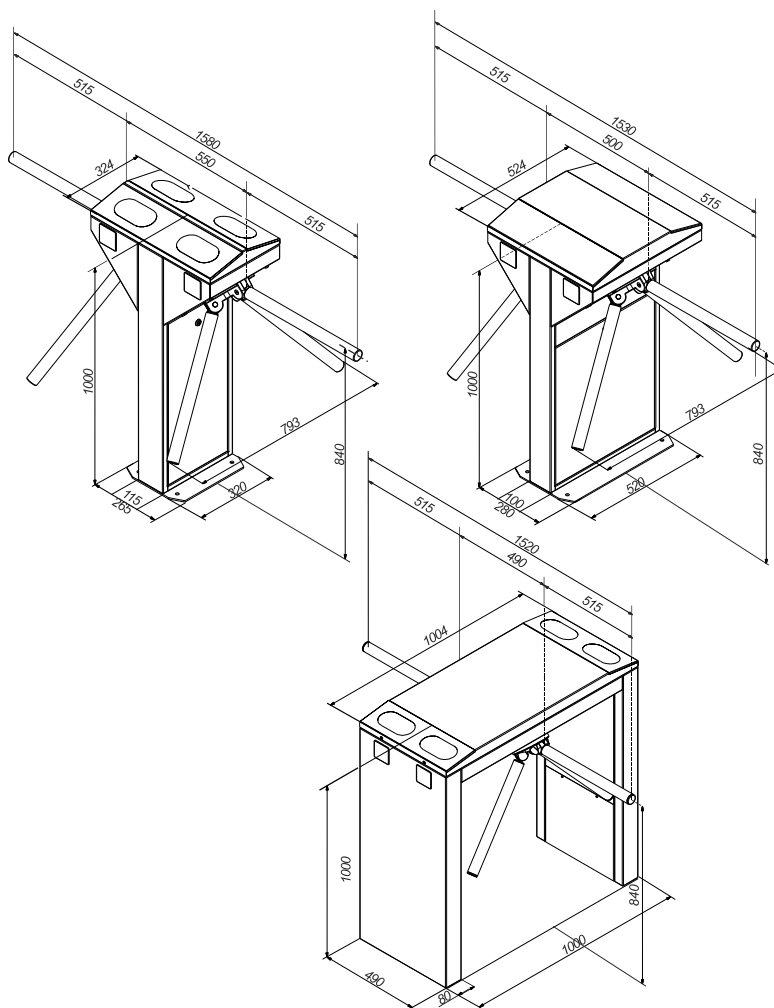

Рис. 3 - Габаритні розміри турнікету-триподу
1.3.3 Монтажне креслення турнікету (див.Рис.3)